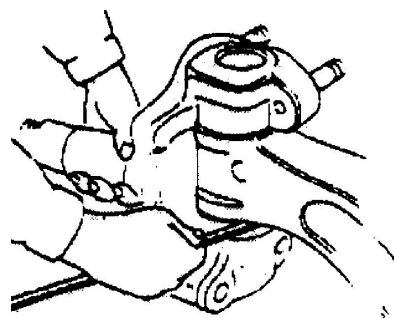

图 10
(1) 将转向节及止推轴承装于前轴上，选择适当的调整垫片来调整间隙，保证间隙 0.1mm 以下（图 10）。